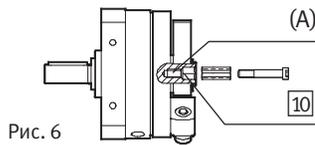

Рис. 6
5. Убедитесь в том, что второй выходной вал надежно зафиксирован во внутреннем шестиграннике 10 (Рис. 6). Для этого служит резьба (А) в основании внутреннего шестигранника. В этом случае может быть установлен крепежный винт. Второй выходной вал должен иметь для этого соответствующее отверстие.